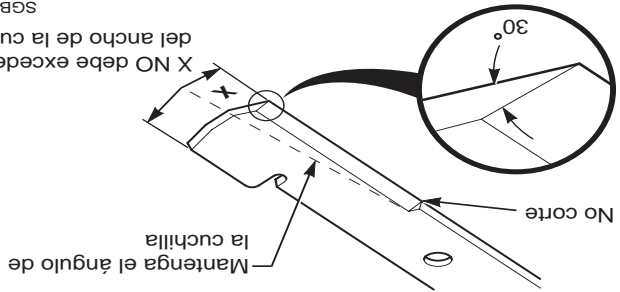

Figura 7-6 Afilado de las cuchillas
1. Afile el borde de corte en el mismo bisel que el original. Vea la Figura 7-6. Sólo afile la parte superior del borde de corte para mantener el filo.